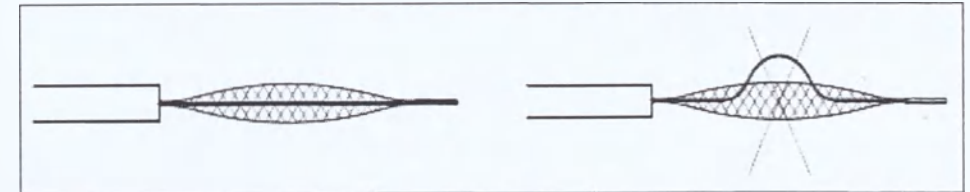

Рис.3. – Сетка в минимальной форме.
7. Медленно расширяйте изделие путем скольжения *Слайдера* (1) назад. Избегайте чрезмерной прокачки воздуха. Убедитесь, что изделие не повреждено.
9. Сдуйте аккуратно изделие, продвигая *Слайдер* до тех пор, пока сетка не достигнет своей минимальной формы (рисунок 3).